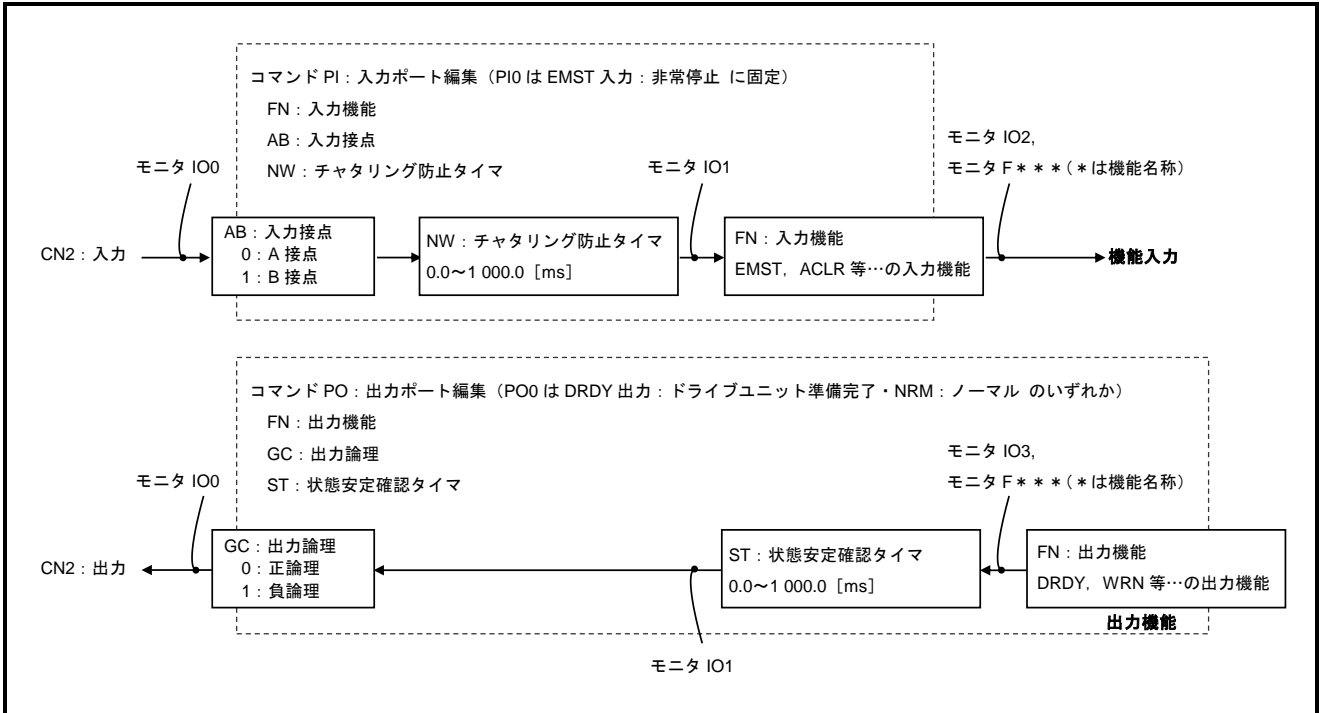

図 7-23：制御入出力の機能構成と状態のモニタ
- ドライブユニットの制御入出力機能とモニタ IO の関係は「図 7-23：制御入出力の機能構成と状態のモニタ」のようになります。